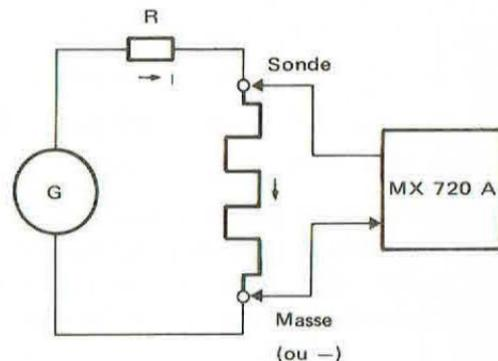

FIG 4 – Mesure du courant avec shunt 30 A
- Brancher le shunt comme indiqué Fig. 4.